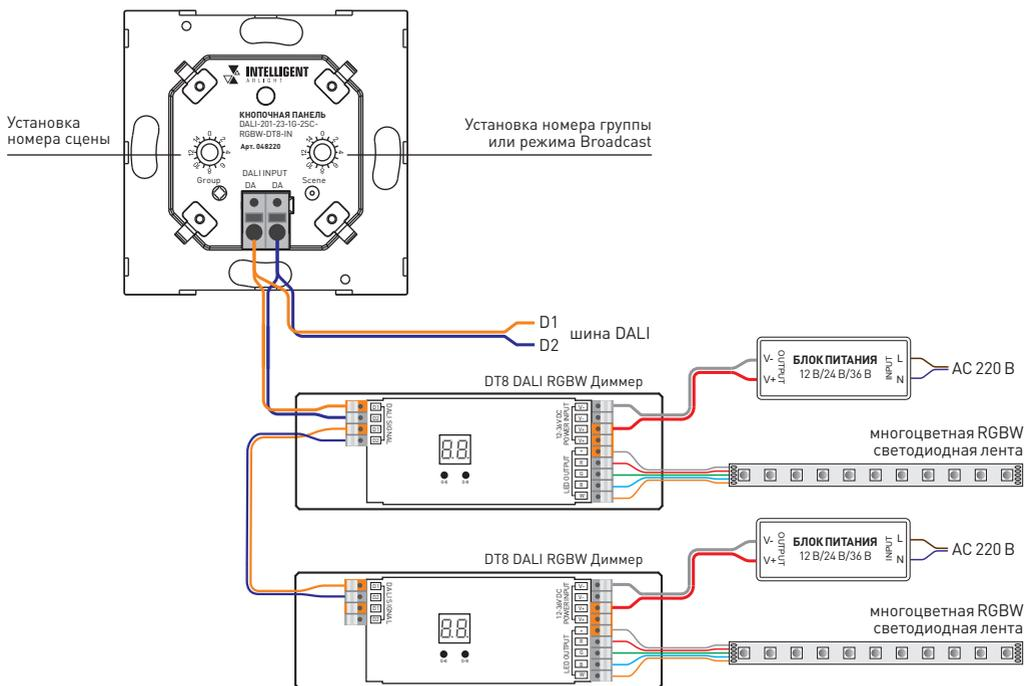

Рис. 1. Пример схемы подключения панели
- 3.3. Подключите диммеры DALI и блок питания DALI к шине. Пример схемы подключения панели и диммеров приведен на Рис. 1. Подробнее о подключении совместно используемого оборудования смотрите в инструкциях к подключаемому оборудованию.